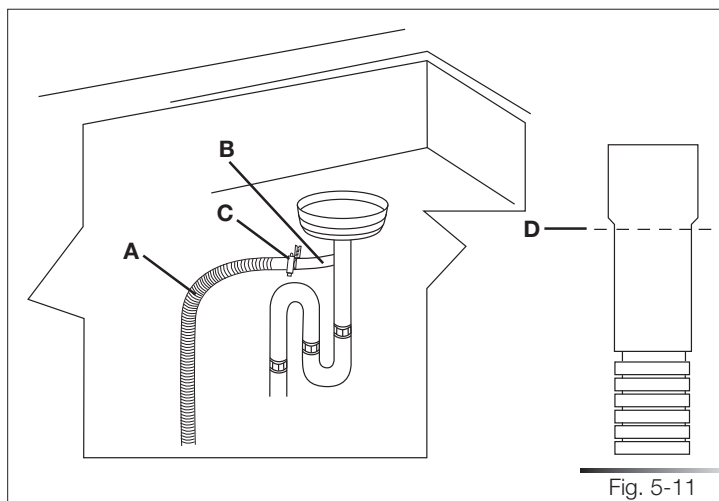

Fig. 5-11
1. Raccorder le tuyau d'évacuation du lave-vaisselle (réf. A fig. 5-11) au raccord en T (réf. B fig. 5-11) du circuit d'évacuation en utilisant un collier à vis\* (réf. C fig. 5-11) de 38 à 50 mm (de 1-1/2 a 2") ; si nécessaire, couper l'extrémité du tuyau d'évacuation du lave-vaisselle (réf. D fig. 5-11) (ne pas couper dans la partie annelée).